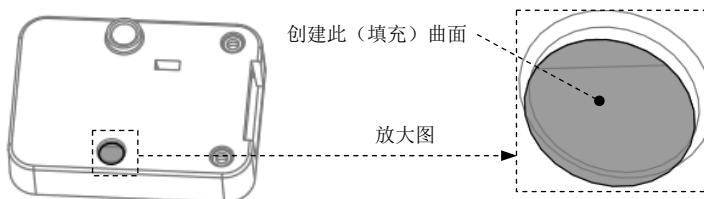

图 20.11 创建(填充)曲面 1
(7) 单击操控板中的“完成”按钮 .
Step4. 创建图 20.11 所示的（填充）曲面 1。